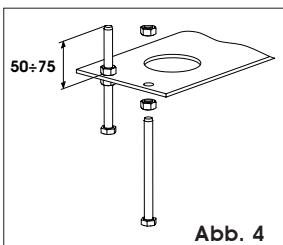

Abb. 4
- Die Grundplatte gemäß Abb. 4 zusammenbauen.